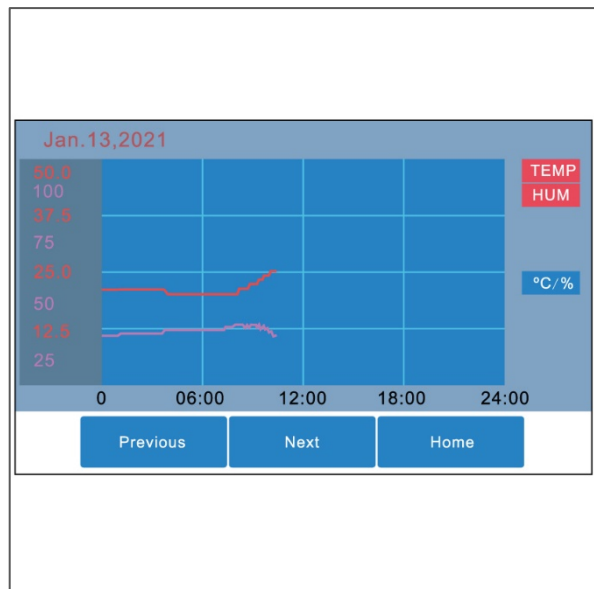

Figura 17
2. É apresentada a visão geral TEMP/HUM (Figura 17).